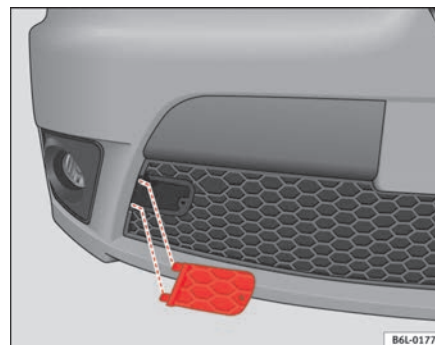

Fig. 173 Tapa de argolla situada en la rejilla central inferior
- Extraiga la tapa liberando a la vez las dos pestañas laterales ⇒ fig. 173. ■